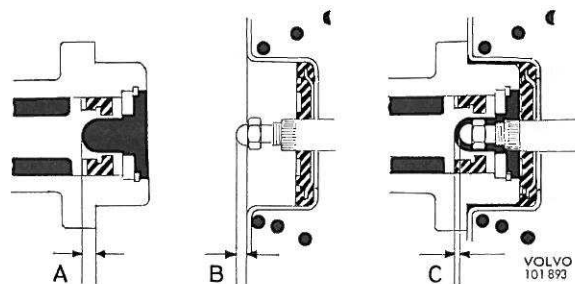

Figure 58. Réglage de la tige-poussoir
1. Pour que le maître-cylindre puisse fonctionner correctement, il ne faut pas que la tige-poussoir de la servocommande empêche le piston primaire de revenir à sa position de repos. Sur un maître-cylindre posé en place, il doit y avoir en position de repos un jeu (cote C, figure 58) entre la tige-poussoir et le piston primaire. Avant la repose du maître-cylindre, vérifier le jeu en commençant par mesurer, avec une jauge d'épaisseur par exemple, la distance entre le plan de la bride de fixation et le centre du piston primaire, cote A, figure 58. Mesurer ensuite la cote B de dépassement de la tige-poussoir (vis de réglage) par rapport au plan de fixation de la servocommande. Au cours de ce deuxième mesurage, la tige-poussoir doit être complètement enfoncée et il doit régner une dépression dans le cylindre. C'est pourquoi il faut mettre le moteur en marche en cas de nécessité. Le jeu C, qui est égal à $A - B$, doit être de 0,5 à 1,5 mm. Au réglage, ver-